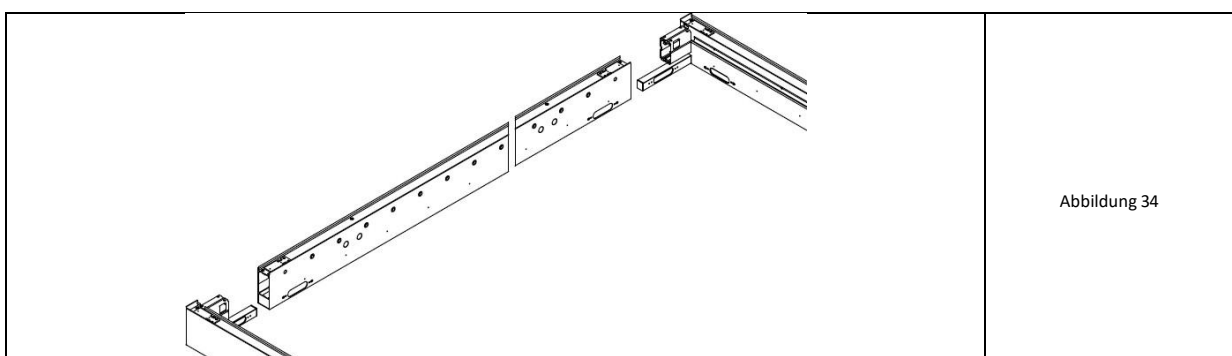

Abbildung 34
12. Beide Querbalken nacheinander in die Enden des an der Wand befestigten Längsbalken einschieben – mit dem Knochen in die obere Kammer und mit dem Arm des Winkelüberlaufs in die untere Kammer (die Blindkappe liegt an der Wand an) – Abb. 34.